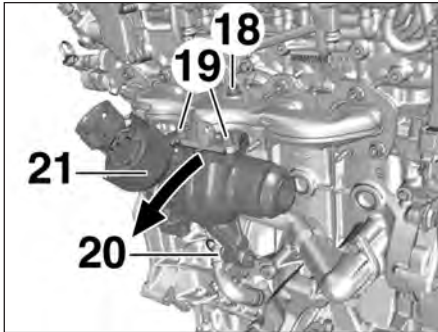
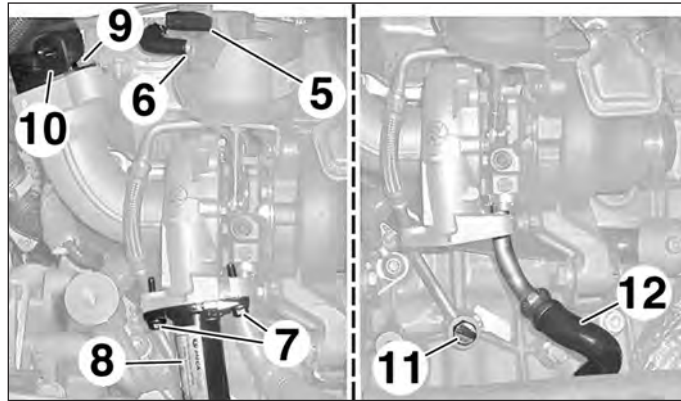
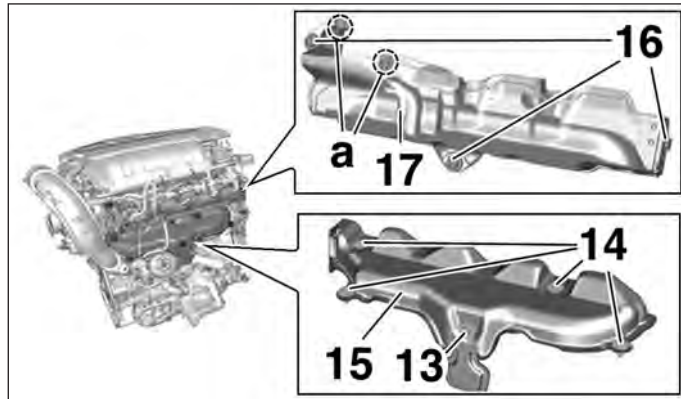

FIG.67
FIG.65
FIG.66
- le connecteur (5) (Fig.65),
- la durit de dépression (6).
- les vis (7),
- le tuyau de sortie d'air (8) du compresseur,
- la vis (9).
- Débrancher le tuyau d'entrée d'air (10) du compresseur.
- la vis creuse (11),
- Débrancher le tuyau de retour d'huile (12).
- Dégrafer le faisceau électrique en (c) (Fig.66).
- les vis (13) et (14),
- l'écran thermique du collecteur (15),
- les vis (16),
- l'écran thermique des électrovannes (17),
- la vis (18) (Fig.67).
- les écrous (19),
- le boulon (20).
- Basculer le turbo (21) vers l'arrière.
- Serrer le boulon (20).